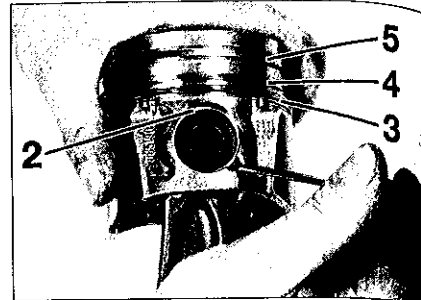

FIG.58
- Monter les segments huilés sur les pistons en commençant par le segment racleur (3) puis celui d'étanchéité (4) et enfin le segment coup de feu (5) en plaçant les marquages "Top" vers la tête du piston. Tiercer les segments à 120°, en les décalant par rapport à l'axe de piston et à la coupe du segment racleur (Fig.58).